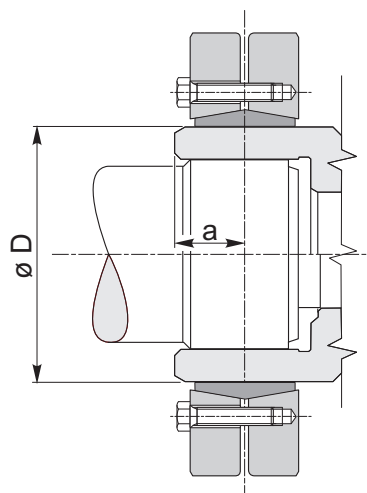

Fig. 17
- Positionnez la ligne médiane du joint sur la ligne médiane de la section utile de l'arbre de la machine (voir Fig. 17 (p. 29)); pour cette opération suivez la dimension « a », qui variera en fonction de la taille du joint, selon les tableaux suivants.